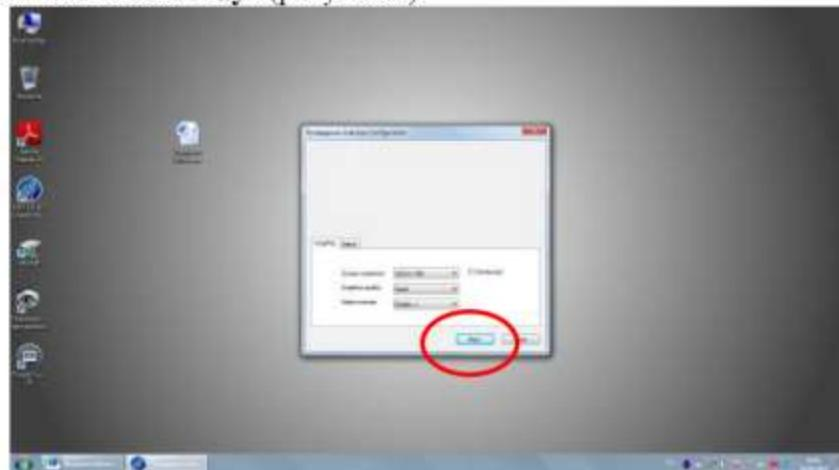

Рисунок 1
2.1. Для начала работы запустите программу с помощью ярлыка на Рабочем столе или из пункта меню **Пуск\Программы**, затем щелкнуть мышкой по кнопке «**Play**» (рисунок 1).